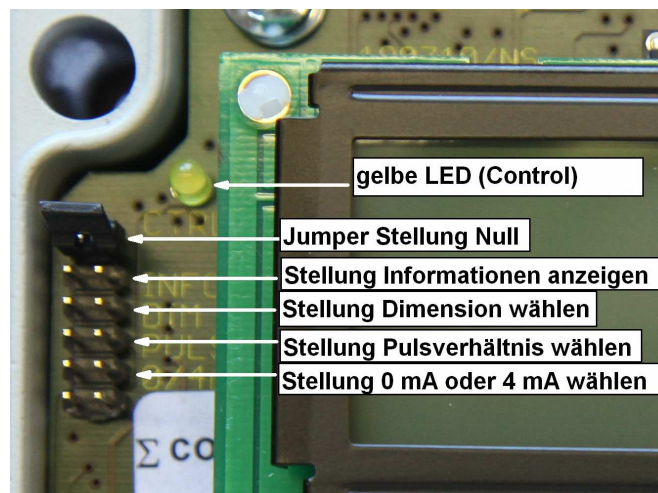

Abb. 10 Beschreibung der Jumper Positionen
- 1 gelbe LED (CONTROL) oben links auf der Leiterplatte für die Prozessorüberwachung. (Blinkt im Sekundentakt) siehe Abb. 10.
Das VARIOMASS FB Gerät läßt sich leicht durch Veränderung der Jumper Position leicht überprüfen. In dem normalen Messmodus steht der Haupt Jumper in der obersten Stellung „Null“ = Parkposition für den Jumper, damit dieser nicht verloren geht (siehe Abb. 10)
Mittels Hardware besteht die Möglichkeit zwischen einer internen (**INT**) oder einer externen (**EXT**) Spannungsversorgung zu wählen. Die interne Spannungsversorgung von 24 VDC kann mittels Jumper ausgewählt werden, indem der Jumper in die untere Position (s. *Abb. 10*) gesteckt wird (Auslieferungszustand) ansonsten auf die obere Position. Der Jumper befindet sich neben der USB-Mini Buchse auf der linken Seite der FB Platine (siehe *Abb. 11*).